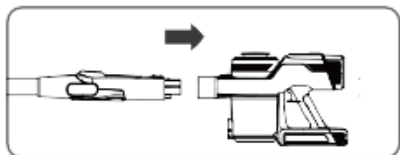

Figura 1
- Spingere l'estremità del tubo di alluminio orizzontalmente nel foro del vuoto della macchina principale per assicurarsi che sia compatto e non allentato e che l'installazione abbia successo dopo che il suono del clacking è stato sentito. (figura 1)